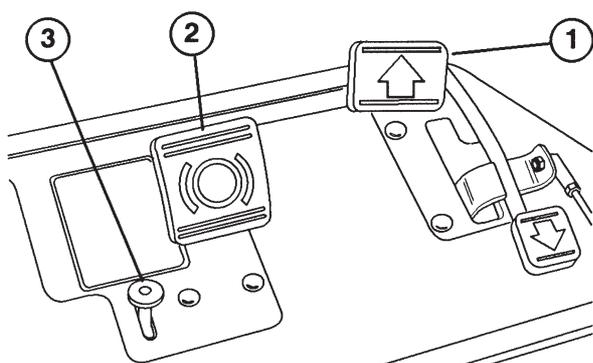
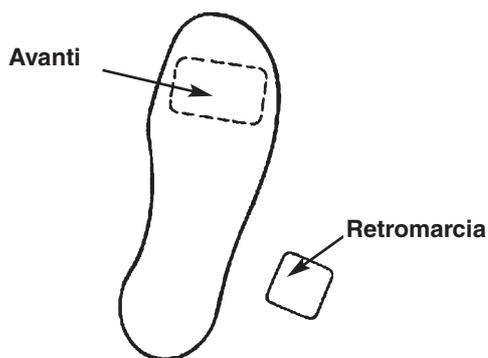

Fig. 7
Fig. 8
**Pedale di comando della trazione** (Fig. 7)—Il pedale di comando della trazione svolge tre funzioni: 1) sposta in avanti la macchina, 2) sposta indietro la macchina e 3) arresta la macchina. Premere la cima del pedale per spostarsi in avanti, e la base per spostarsi indietro o aiutare a fermarsi durante la marcia avanti. Per arrestare la macchina lasciare che il pedale ritorni in posizione di folle. Quando si guida facendo marcia avanti non appoggiare il tallone in posizione di retromarcia (Fig. 8).
**Pedale del freno** (Fig. 7)—Il pedale del freno aziona un freno meccanico a tamburo per autoveicoli situato su ciascuna ruota di trazione.
**Pulsante del freno di stazionamento** (Fig. 7)—Premere il pedale per azionare il freno, quindi premere il pulsantino indicato per tenere innestato il freno durante lo stazionamento. Per disinnestare il freno premere il pedale. Abituarsi a bloccare il freno di stazionamento prima di lasciare la macchina.